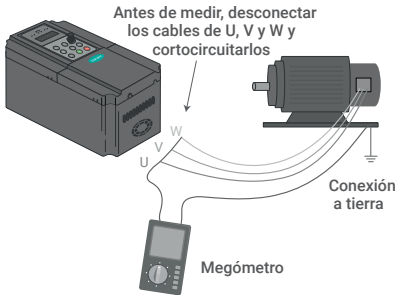

Fig.1-1 Medidas del aislamiento del motor
11. Es aconsejable comprobar el aislamiento del motor antes de conectarlo por primera vez o si lleva mucho tiempo sin funcionar. Usar un medidor de 500V y asegurarse que la resistencia es superior a 5 MΩ, un valor inferior puede dañar el variador. Si el motor está conectado al variador, desconectarlo y puentear los cables para efectuar la medida según se muestra en la Fig.1-1.